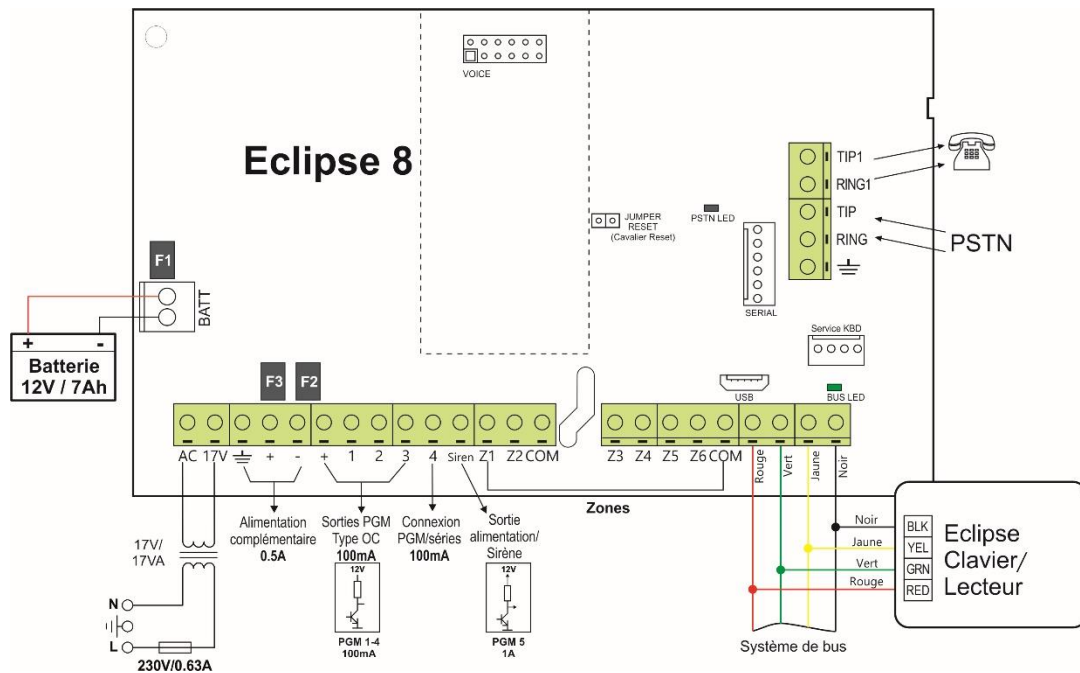

Figure 5. Centrale ECLIPSE 8
1. Mettez un cavalier sur les bornes RESET de la centrale ECLIPSE (voir les Figures 5, 6, 7, 8 et 9).